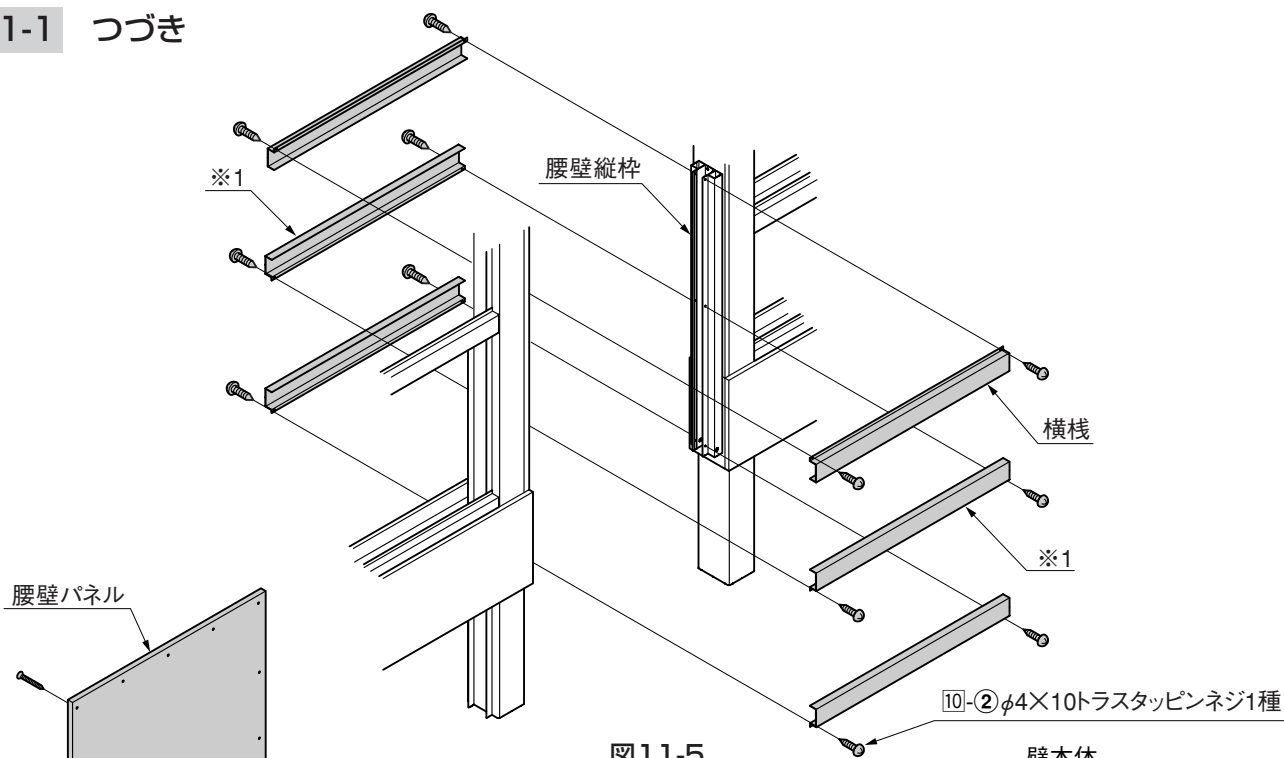

図11-5
③横枠を縦枠に10-2で取付けてください。(図11-5参照)